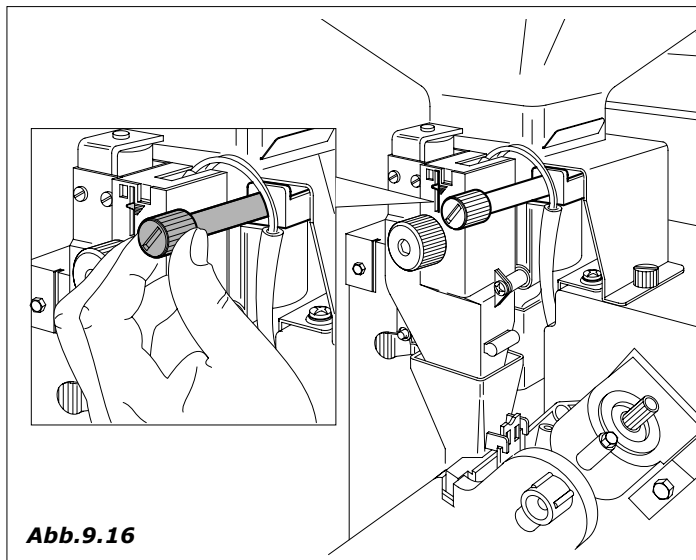

Abb.9.16
- *Einstellung der Mahlstärke.* Die Schraube (Abb. 9.16) drehen, um die gewünschten Ergebnisse zu erzielen. Durch Drehen im Uhrzeigersinn erhält man eine feine Mahlung, entgegen dem Uhrzeigersinn eine grobe Mahlung. Nach der Einstellung müssen 3 Einstellungen am Produkt vorgenommen werden, um die Richtigkeit der Einstellung zu überprüfen, je feiner die Körnung ist, desto länger ist die Zeit bis zur Ausgabe des Produktes.